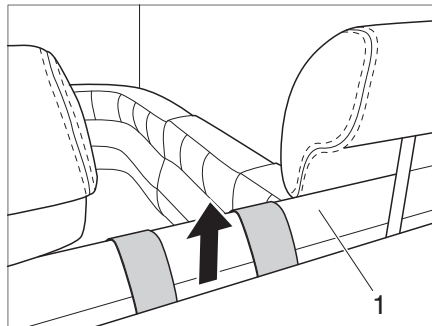
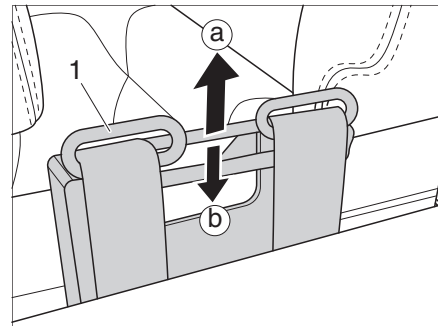

Bild 19 Gurtauszug versenkt
Bild 20 Gurtauszug ausgezogen
Der Alpa 7820 ist mit einem Gurtauszug ausgestattet, der vor dem Anlegen des Sicherheitsgurts herausgezogen werden muss (Bild 19).
- Hinter die Sitzbank (Bild 19,1) fassen und den Gurtauszug (Bild 20,1) bis zum Anschlag nach oben ziehen (a).
- Gurtauszug (Bild 20,1) kurz nach oben ziehen (a) und danach nach unten drücken (b), bis er hinter der Sitzbank versenkt ist.